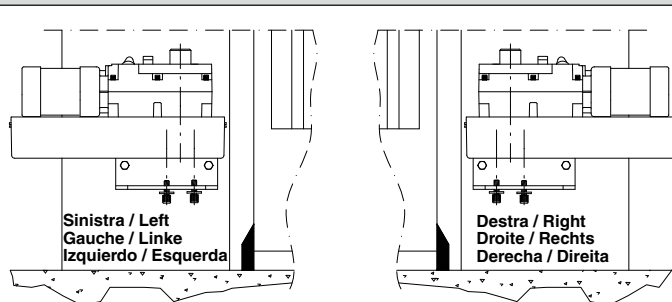

Fig. 6
- Assembler le bras à leviers comme indiqué dans la fig.6.